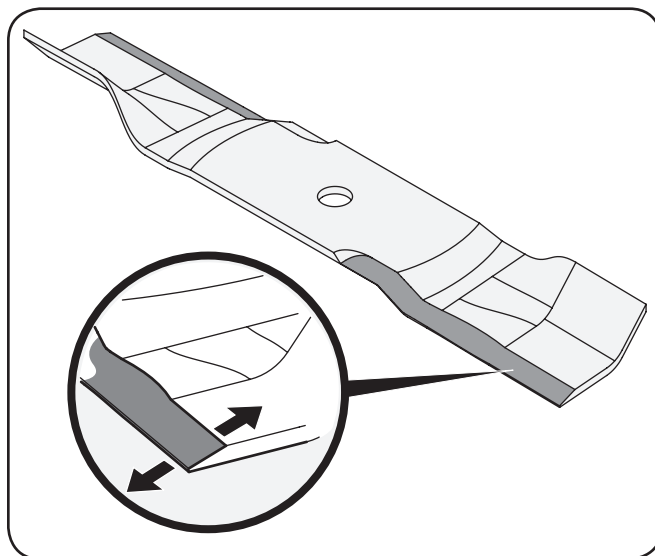

Figure 7-10
3. Pour aiguiser correctement les lames de coupe, aiguisiez les deux tranchants des lames de façon égale, parallèlement à la voile, à un angle de 25 à 30 degrés. Aiguisiez toujours chaque lame de coupe de façon égale pour garder l'équilibre des lames. Voir Figure 7-10.